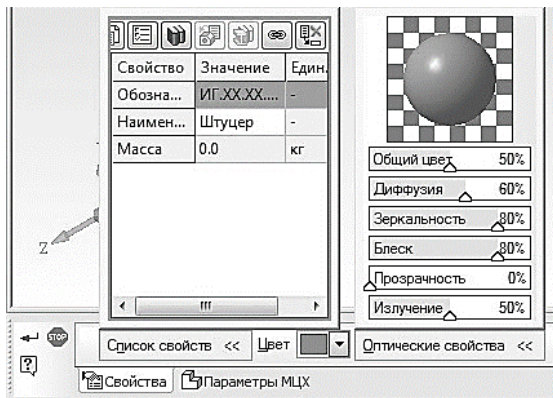

Рис. 166. Вкладка Свойства панели свойств детали
После этого в нижней части экрана появится панель свойств, в которой можно задать свойства модели. На первой вкладке **Свойства** находятся следующие элементы (рис. 166):
- В поле **Оптические свойства** можно изменять параметры цветонасыщения, диффузии, зеркальности, блеска, прозрачности и излучения. Чтобы изменить параметр, переместите на нужное расстояние соответствующий бегунок. Численное значение параметра будет отображаться в справочном поле. В окне просмотра отображается сфера с заданными свойствами поверхности – это позволит визуально оценить внесенные изменения (рис. 166).